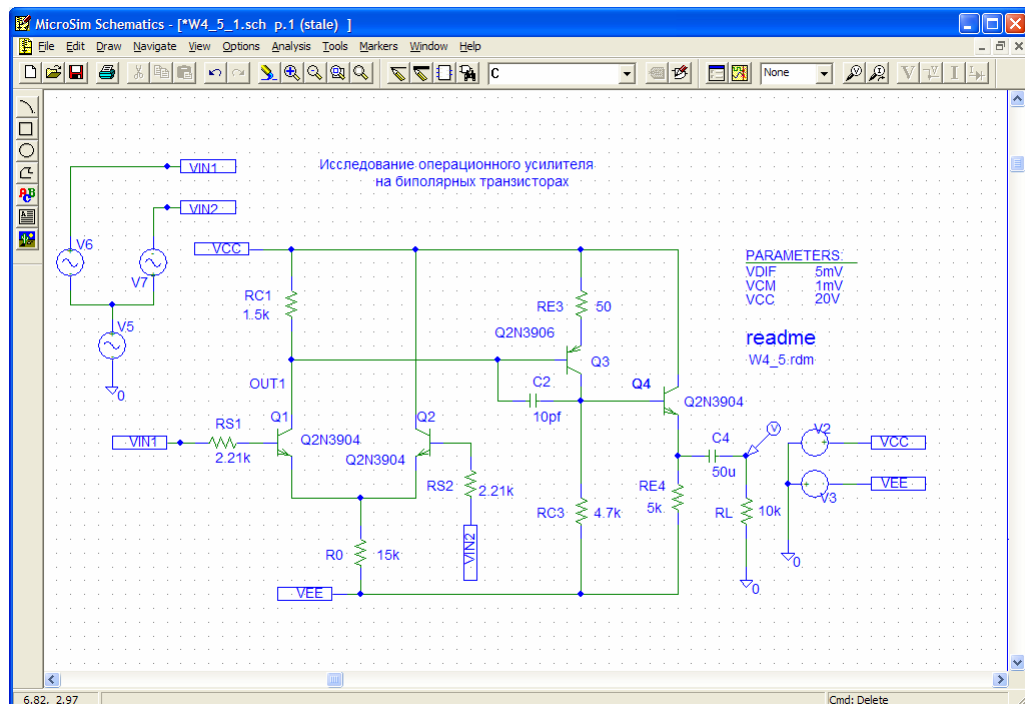

Рис. 4.5.1
1.1. Собрать схему трехкаскадного ОУ (рис. 4.5.1) и установить значения элементов и напряжения питания в соответствии с номером варианта (табл. 4.5.1).